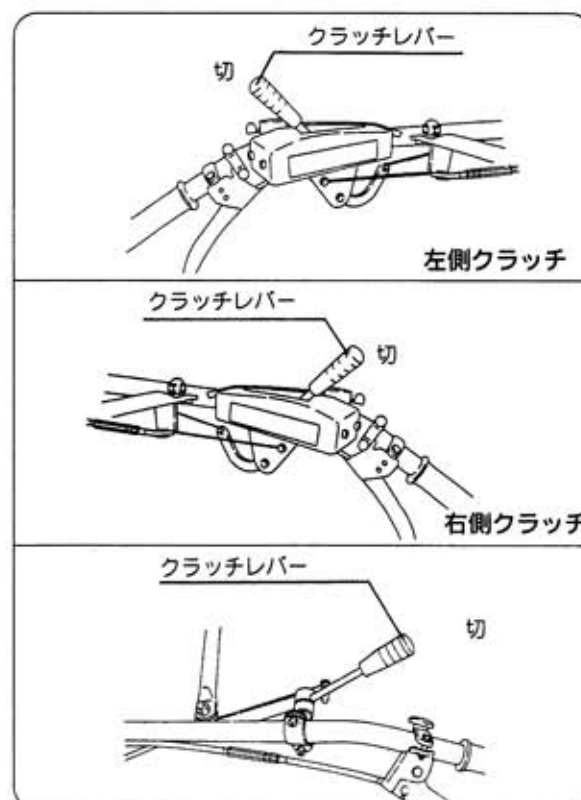

図19
- ① クラッチワイヤを本機（ティラー）のハンドル左側に取り付けます。（図19）
- ② クラッチレバーを「切」位置にします。